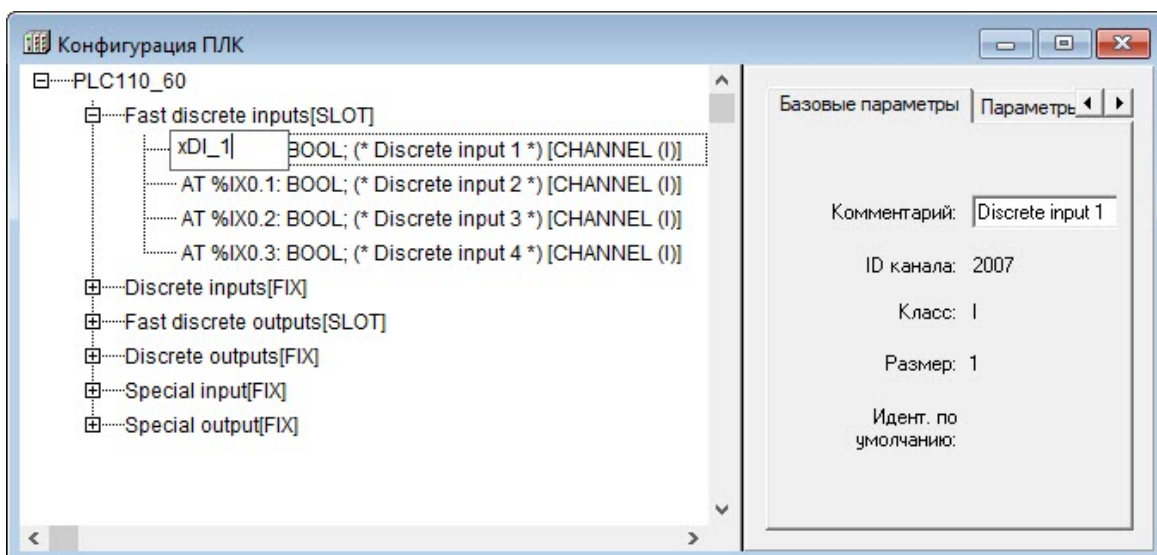

Рисунок 10.9 – Ввод и редактирование имени переменной канала
- после клика по ключевому слову AT появляется поле ввода (см. рисунок 10.9) и в программе можно будет обращаться к данным по указанному имени канала (рекомендованный способ).